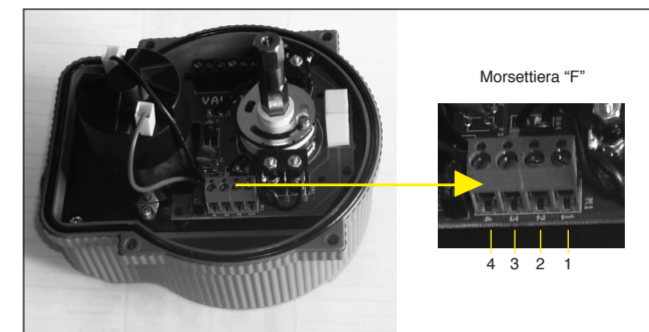

Fig.2 Scheda alimentazione 12 e 24V AC/DC e particolare del morsetto "F"
4.2 Collegamento elettrico (fig. 2)